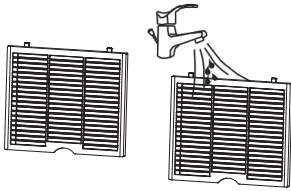

Рис. 5
10. Чистка фильтра (Рис. 5). Достаньте фильтр, промойте его в мыльной воде, прополощите в чистой воде, высушите и вставьте на место. В среднем, необходимо проводить чистку фильтров не реже чем раз в две недели при постоянном использовании. иначе производительность прибора может снизиться.